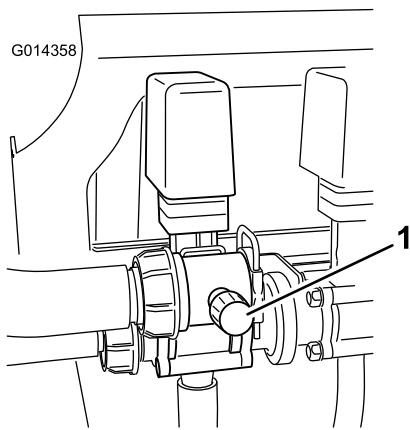

图24
- 调整搅拌阀背面的搅拌旁通阀（图24）、直至压力表上的读数为 100 PSI。